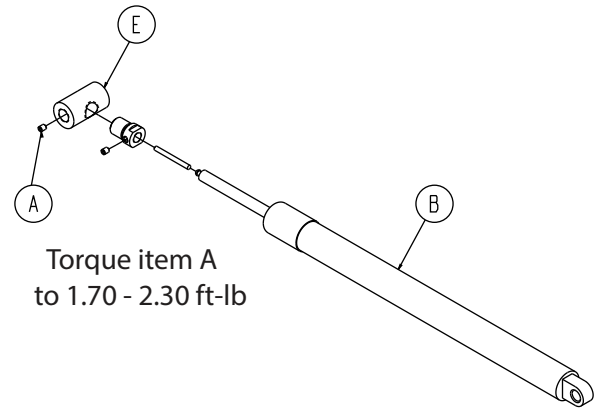

Figure 17 – Composants du vérin du relèvement-buste
6. À l'aide d'une clé à 6 pans de 3/32 po, retirer la vis de blocage (A) du centre de l'étrier (E) (Figure 17). Conserver la vis.
8. Tenir le relèvement-buste vers le haut et tirer le bas du vérin pneumatique (B) (Figure 17).